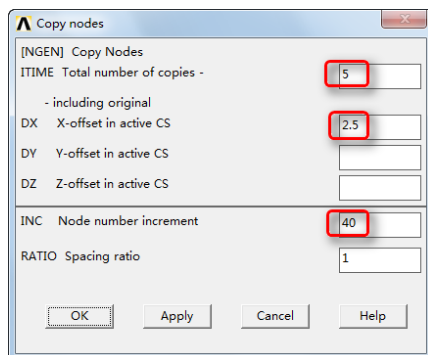

图 13-24 “Copy nodes”对话框
⑩弹出“Copy nodes”对话框，如图 13-24 所示，在“ITIME Total number of copies”后面输入 5，在“DX X-offset in active CS”后面输入 2.5，在“INC Node number increment”